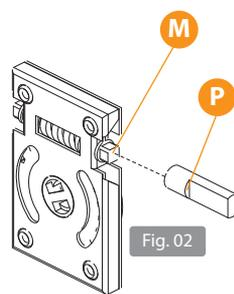

Fig. 02
3. Inserire la maniglia nel foro precedentemente realizzato sul profilo anta, assicurandosi che il perno "P" si inserisca completamente nella testa quadrata "M" della vite senza fine del meccanismo (Fig. 02)
2. Estrarre il perno "P" per la lunghezza necessaria affinché si inserisca perfettamente nella testa quadrata "M" della vite senza fine del meccanismo (Fig.02)